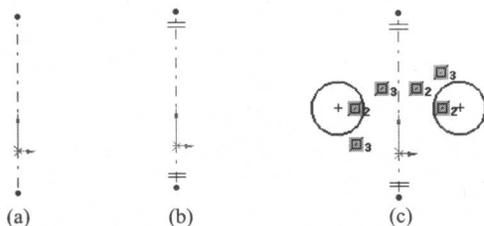
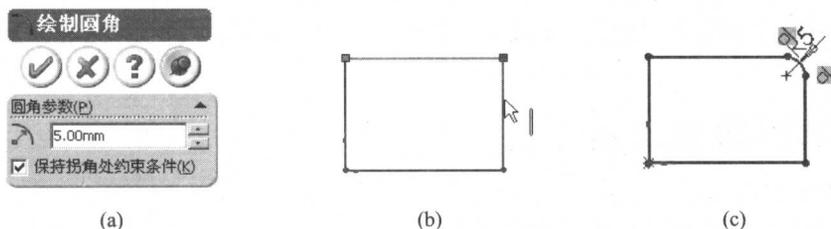

图 1-25 动态镜像
图 1-26 绘制圆角
① 单击【草图绘制】工具栏上的【中心线】按钮 , 然后绘制一条中心线, 如图 1-25(a) 所示。
② 在【草图绘制工具】中单击【动态镜像】按钮 , 对称符号出现在中心线的两端如图 1-25(b) 所示。
③ 在对称线的一边画草图实体, 系统自动镜像到另一边, 如图 1-25(c) 所示。
(3) 绘制圆角
① 单击【草图绘制】工具栏中【绘制圆角】按钮 。
② 在【绘制圆角】PropertyManager 中设定圆角参数, 即圆角半径, 如图 1-26(a) 所示。
③ 分别单击草图实体上两相交线, 或选择两直线的交点如图 1-26(b) 所示, 生成的圆角如图 1-26(c) 所示。